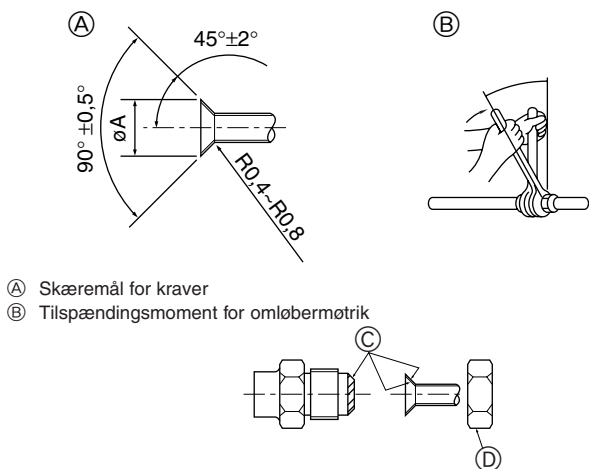

Fig. 4-2
Ⓐ (Fig. 4-2)
Ⓑ (Fig. 4-2)
4.2. Forbindelsesrør (Fig. 4-2)